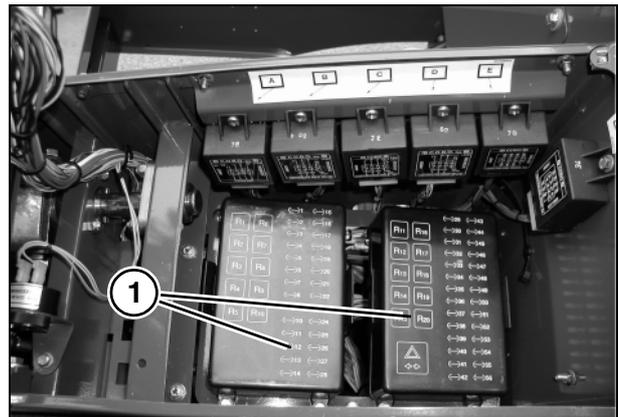
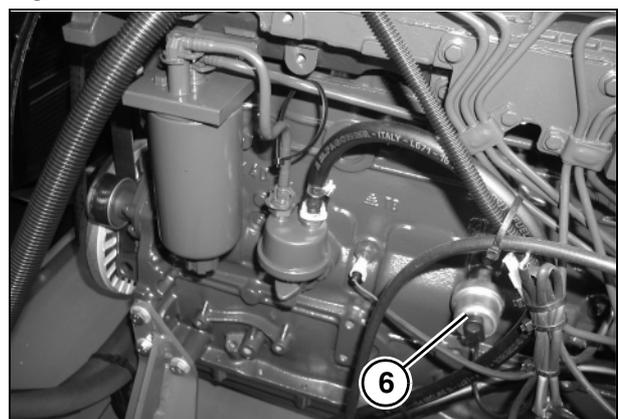

Fig. 66
Fig. 69
**COMPONENTS IN THE ENGINE AREA - Fig. 66 – Fig. 69**